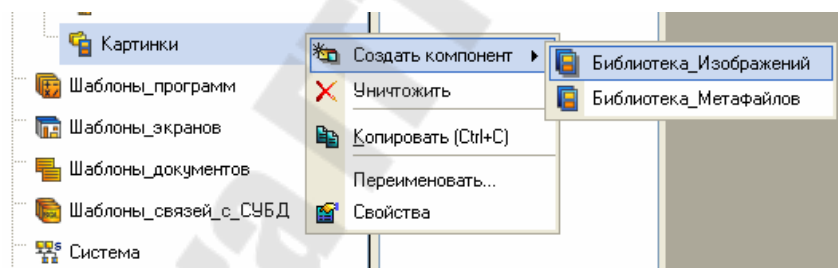

Рисунок 1.4 – Создание библиотеки изображений
2. создать **библиотеку изображений** в группе **картинки** (рисунок 1.4);